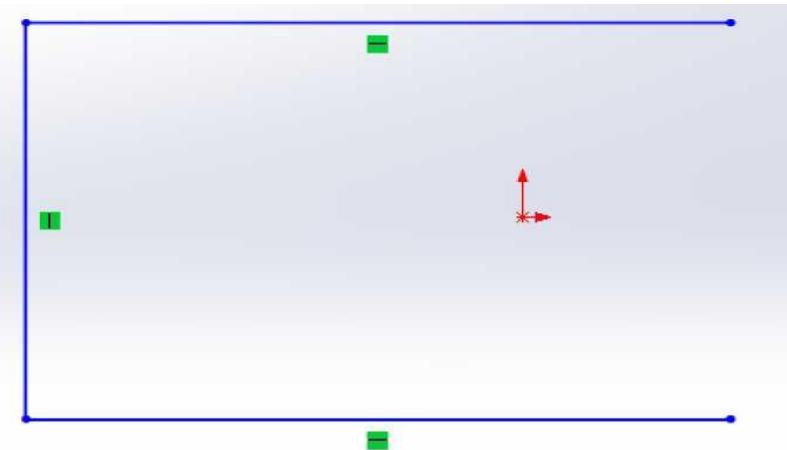

*Рис. 15. Відображення прямокутника*
3.3. Активізувати функцію “Прямокутник” в панелі інструментів **Ескіз** і накреслити прямокутник в ескізі, як показано на рис. 15.